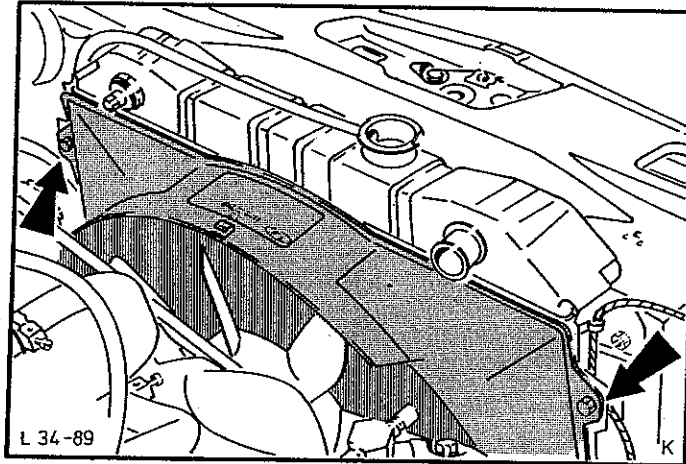

Abb.49 Luftführung vom Kühler abbauen
5. Luftführung vom Kühler abbauen (4 Schrauben), Abb.49.